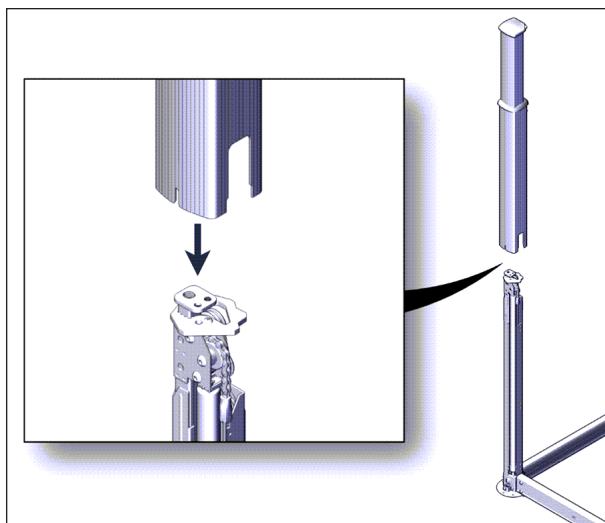

FIGURE 43: INSTALLATION DES MANCHONS
20. Glisser les manchons sur les quatre vérins, voir Figure 43.